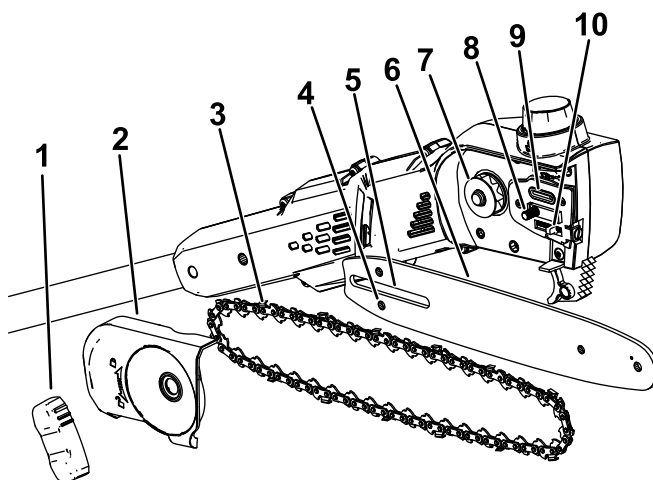

Figura 3
2. Rimuovete il carter laterale; ruotate la manopola copribarra in senso antiorario fino a quando non viene rimossa la manopola, quindi rimuovete il carter laterale (Figura 3).
5. Posizionate l'ansa aperta della catena (il lato non sulla barra di guida) attorno alla ruota motrice sulla elettrosegga (Figura 3).
Importante: Assicuratevi che il perno di regolazione della catena sia inserito nello slot del perno di regolazione della catena sulla barra di guida (Figura 3).